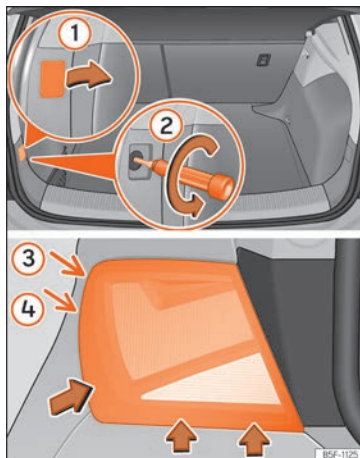

Fig. 115 Maletero: posición del tornillo de fijación para la unidad de luz trasera. Desmontar la unidad de luz trasera en la aleta.
- Retire la cubierta haciendo palanca con el lado plano de un destornillador en el rebaje y retire la cubierta de la abertura » **fig. 115** ①.
- Desenrosque cuidadosamente con un destornillador el tornillo que hay detrás en sentido contrario a las agujas del reloj (flecha) » **fig. 115** ②.
- Bascule el piloto en la dirección de las flechas hasta que salga de su alojamiento (posiciones ③ y ④) » **fig. 115**.